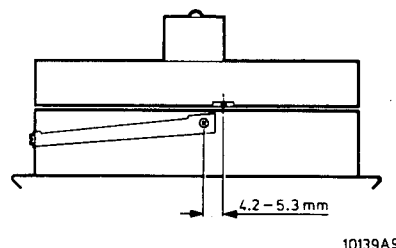

Fig. III-1
- Nun R9 von U219 so einstellen, dass der Abstand zwischen der Befestigungsschraube und dem Spalt der Videoköpfe $4,2-5,3 \text{ mm}$ beträgt, gemessen in Drehrichtung der Kopfscheibe (siehe Abb. III-1).